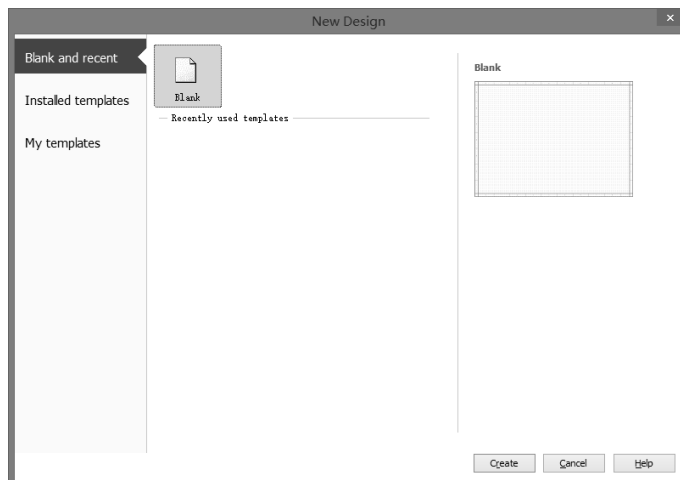
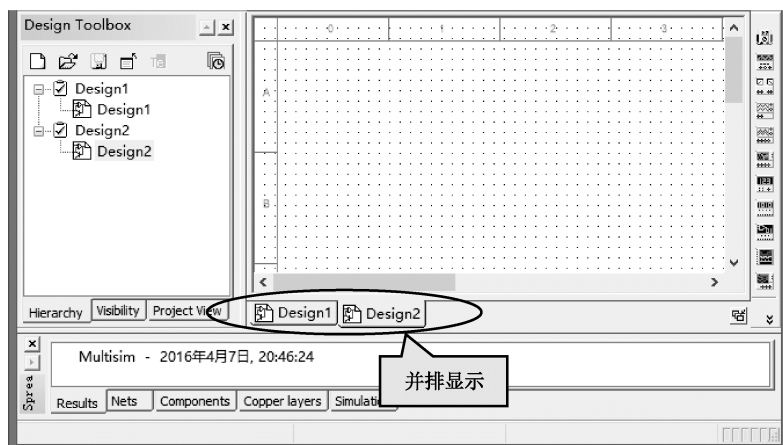

图 4.1.4 “New Design”对话框
图 4.1.5 新建文件并排显示
(1) 新建文件: Multisim 软件打开的同时即新建了一个名称为“Design1”的文件。执行“File (文件)”→“New (新建)”命令, 会弹出如图 4.1.4 所示的对话框, 选择“Blank and recent”“Blank”命令, 单击“Create (建立)”按钮, 即可新建一个新的原理图文件。新建文件的名称依次为 Design2、Design3……与之前的文件并排放置, 如图 4.1.5 所示。
(2) 保存文件: 执行“File (文件)”→“Save (保存)”命令, 将其保存。文件名称命名为“简单电路”。文件后缀名为“*.ms13”。